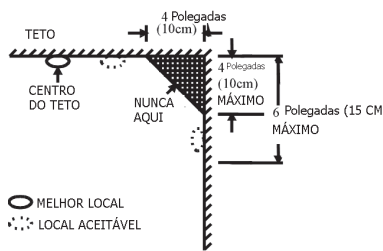
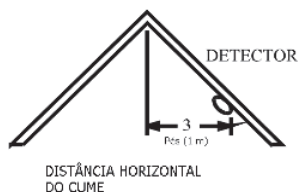

Figura 3: Recomendações para os melhores e mais aceitáveis locais para instalar os detectores de fumaça e calor.
Figura 4: Local de instalação recomendado para detectores de fumaça e calor em ambientes com tetos inclinados ou telhados de duas águas (inclinação > 20 graus).
- Instale os detectores de fumaça e calor o mais perto possível do centro do teto. Se isso for difícil, instale o detector a pelo menos 30 cm de paredes e cantos (*ver Figura 3*).
- Caso não seja possível instalar os detectores no teto, fixe-os nas paredes a uma distância de 30 a 50 cm do teto (desde que não contrarie as normas locais) (*ver Figura 3*).
- Se sua residência tiver teto inclinado ou telhado de duas águas, tente instalar os detectores a 90 cm do ponto mais alto do telhado, medindo horizontalmente (*ver Figura 4*).
- Em áreas com ar parado, como cumeeiras ou cantos entre paredes e tetos. O ar parado pode impedir que a fumaça chegue ao detector (ver Figura 3 e Figura 4 sobre os locais de instalação recomendados).